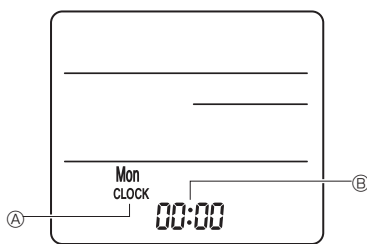

Fig. 6-8
3) Definição [Definição Clock (Relógio)] (Fig. 6-8)
① Introduza as baterias ou prima o botão ● CLOCK com um objeto afiado.